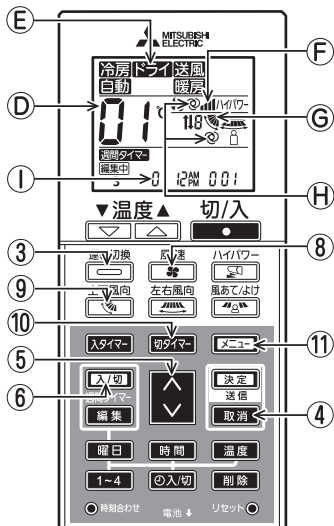

図6-2
2) 【風速】機能設定(図6-2) (工場出荷時は[設定番号01])
3) 【上下風向】機能設定(図6-2) (工場出荷時は[設定番号01])
4) 【風速・風向自動】機能設定(図6-2) (工場出荷時は[設定番号02])
5) 【設定温度範囲】設定(図6-2) (工場出荷時は[設定番号01])